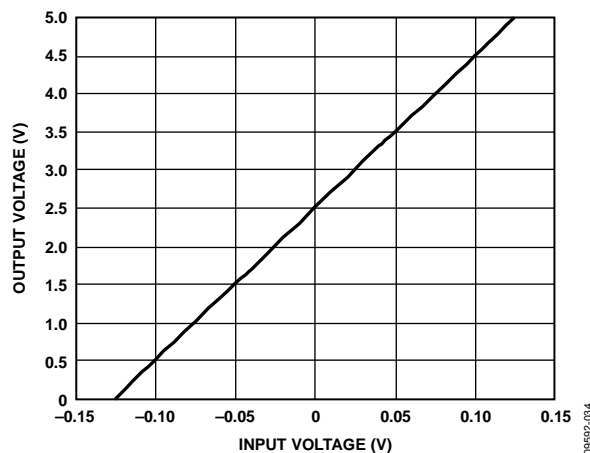

図 34. 2.5 V のリファレンス電圧入力を使用した場合の伝達関数
2.5 V のリファレンス電圧入力を使う双方向動作の出力伝達関数カーブを図 34 に示します。